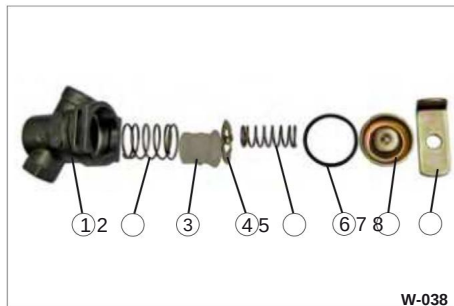

Bild 38 Demonterat ledningsfilter
Använd en skruvmejsel för att trycka ned locket (bild 38/8) och dra ut fästet (bild 38/9).
(Bild 38/3 och Bild 38/6), tätningen (Bild 38/7), mellanplattan (Bild 38/5) och filtret (Bild 38/4).
Ö Rengör filterhuset (bild 38/2) med en ren, torr trasa.
Ö Rengör filtret (bild 38/4).
Ö Kontrollera tätningen (bild 38/7) för skada, närvaro.
(Bild 38/6) på flikarna på mellanplattan.
• Sätt på locket (bild 38/8) ovanpå.